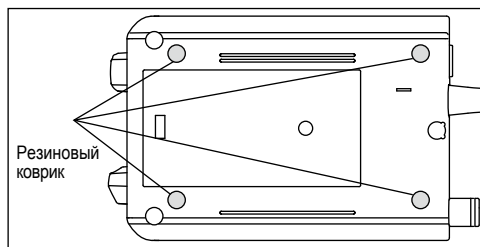

Рис.5
- 2 Установите резиновый коврик в нужное место (См. Рис. 5).